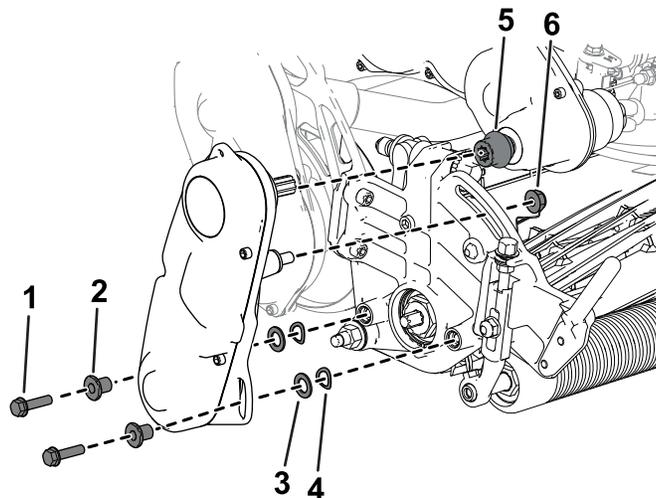

図 45
6. 先ほど外したソケットヘッドねじ、ワッシャ、スペーサを使ってリール駆動アセンブリをサイドプレートに元通りに取り付ける 図 45。
リール駆動アセンブリの駆動シャフトをトランスミッションの駆動シャフトのカップラに忘れずに取り付ける 図 45。